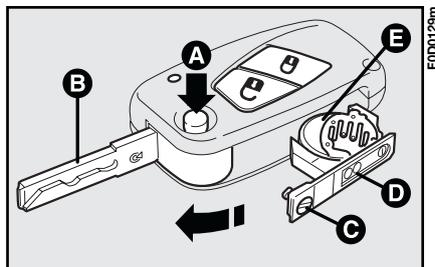

fig. 7
- premere il pulsante **A-fig. 7** e portare l'inserto metallico **B** in posizione di apertura;